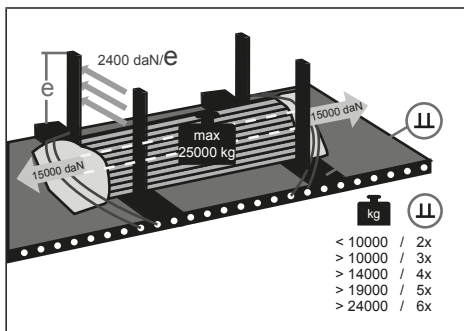

Fig. 8-18: Sistema Multi Fix
- ▶ Posizionare i tubi di acciaio tra le sbarre di sostegno verticali sulle sbarre di appoggio (vedere "Fig. 8-18: Sistema Multi Fix", p. 110).
- ▶ Applicare la rete di bloccaggio alle estremità dei tubi di acciaio (vedere "Fig. 8-18: Sistema Multi Fix", p. 110).